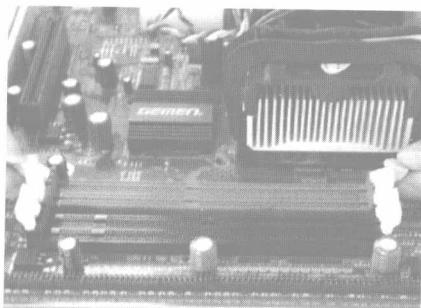

图 1.13 DDR 内存条插槽
- (1) 找到主板上的内存插槽,掰开插槽两端的锁扣,如图 1.13 所示。